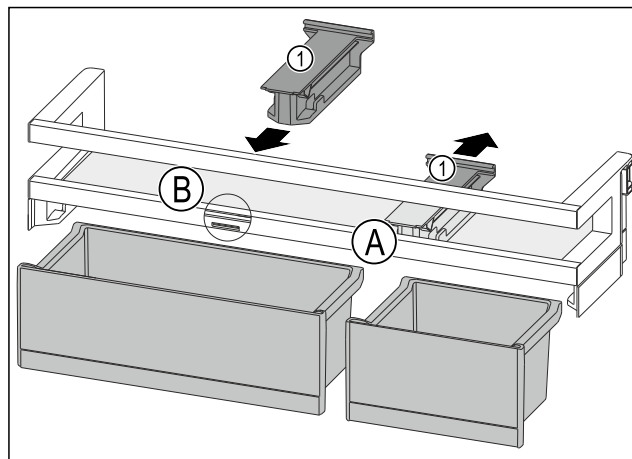

Fig. 128
- ▶ 将定位件 Fig. 128 (1) 向后拉至位置 Fig. 128 (A)。
- ▶ 将定位件 Fig. 128 (1) 插入至位置 Fig. 128 (B)。